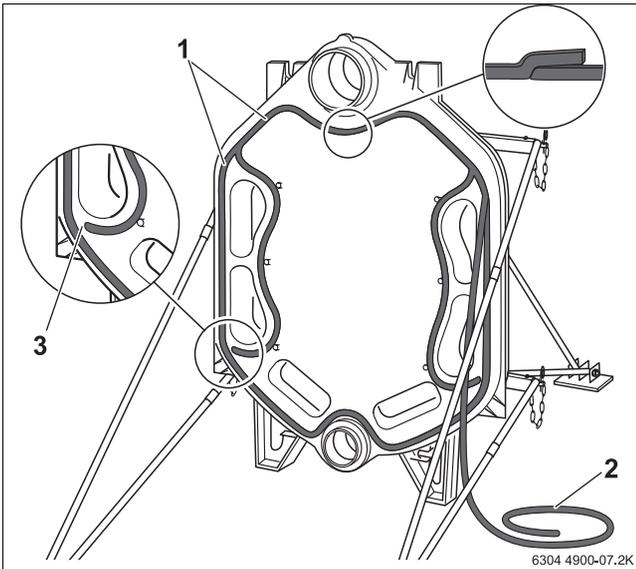
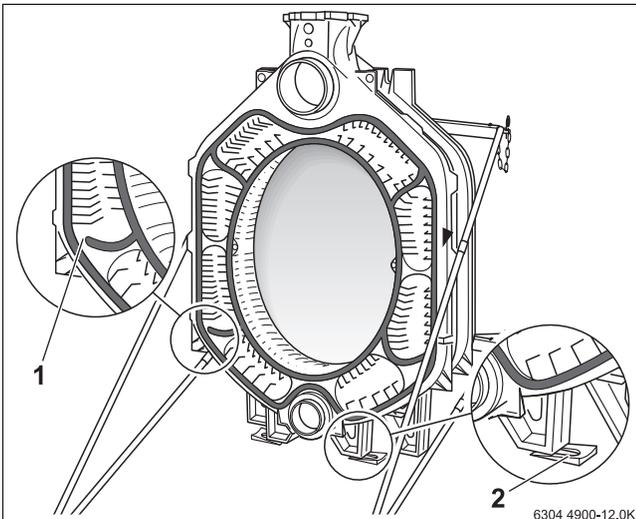

Bild 12 Dichtschnur (KM-Schnur) einsetzen
Bild 17 Kesselgliedfußkeile verwenden
- ▶ Dichtschnur an den Stößen links und rechts nicht überlappen lassen (→ Bild 12, 3).
Abbildung 17 zeigt das Mittelglied mit Vorlaufanschluss. Die Nippel zur Montage des nächsten Mittelglieds sind in die entsprechenden Naben eingesetzt. In die Dichtnut wurde bereits die Dichtsnur eingelegt. Wie beim Hinterglied (→ Bild 12, Seite 14) gezeigt, ist auch hier die elastische Dichtsnur unterbrochen. Das Kesselglied wurde zur Vereinfachung der Montage mit Kesselgliedfußkeilen ausgerichtet. Die Kesselgliedfußkeile finden ebenfalls zur späteren endgültigen Ausrichtung des fertigen Kesselblocks Verwendung.
- Kesselblock in der Senkrechten und Waagerechten auf dem Fundament bzw. schalldämpfenden Unterbau ausrichten (→ siehe Kapitel 4.3.1, Seite 11). Dazu die mitgelieferten Kesselgliedfußkeile verwenden (→ Bild 17, Seite 16).